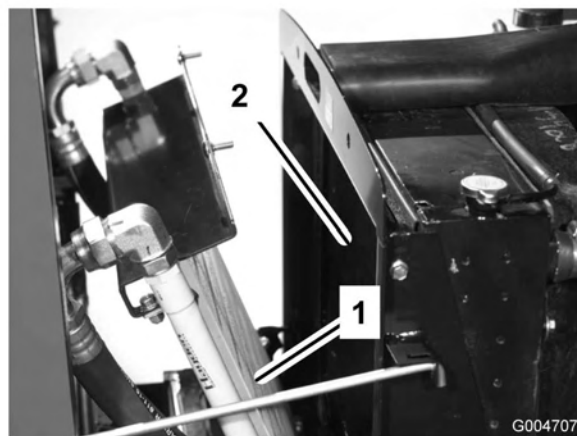

Figura 61
3. Inclina o refrigerador de óleo para trás. Limpe ambos os lados do refrigerador do óleo e a zona do radiador (Figura 61) com ar comprimido. Comece a partir da parte frontal e sopre os detritos para fora na direcção da parte posterior. Depois, limpe a partir da parte posterior e sopre na direcção da parte frontal. Repita o procedimento várias vezes até remover toda a sujidade e detritos